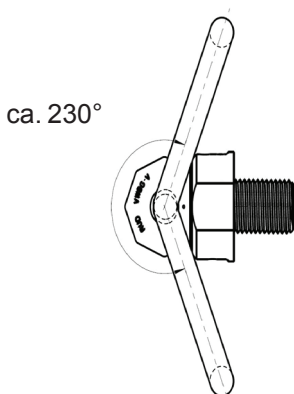

Figura 1: Angolo di rotazione ammesso
- L'anello del VWBG-V regolato manualmente può essere ruotato di ca. 230° (vedi figura 1).